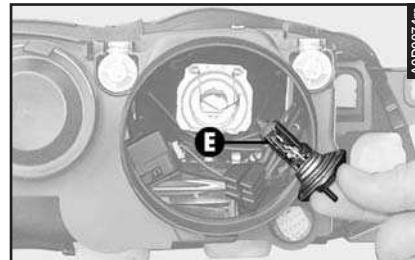

fig. 41
- Remove the bulb (**E**- **fig. 41**).